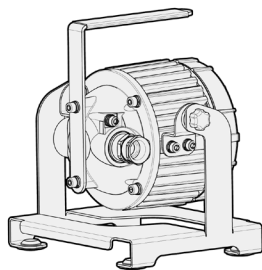

Рис. 10
- Рис. 10 – ПК21/22 – переносной кронштейн, 1-2 кабельных ввода;